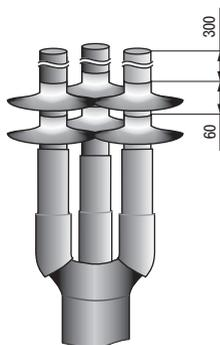

Рисунок 10.
4.27 При монтаже концевой муфты серии КНтп-10 после усадки трекингостойкой трубки надеть на каждую жилу кабеля по два термоусаживаемых изолятора, с интервалом 60 мм между изоляторами, и усадить, начиная с изолятора, надетого первым (рисунок 10).